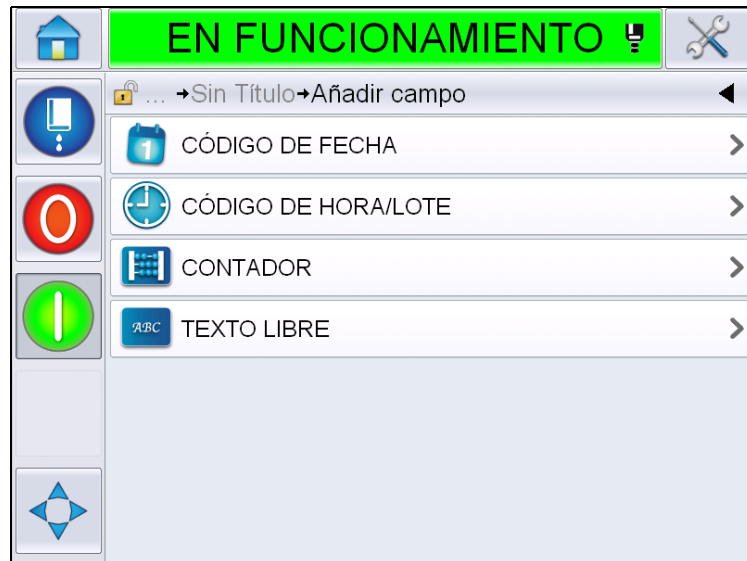

Figura 5-24: Página Add Field (Agregar campo)
- 3 Toque . Muestra la página Add Field (Agregar campo) (Figura 5-24).